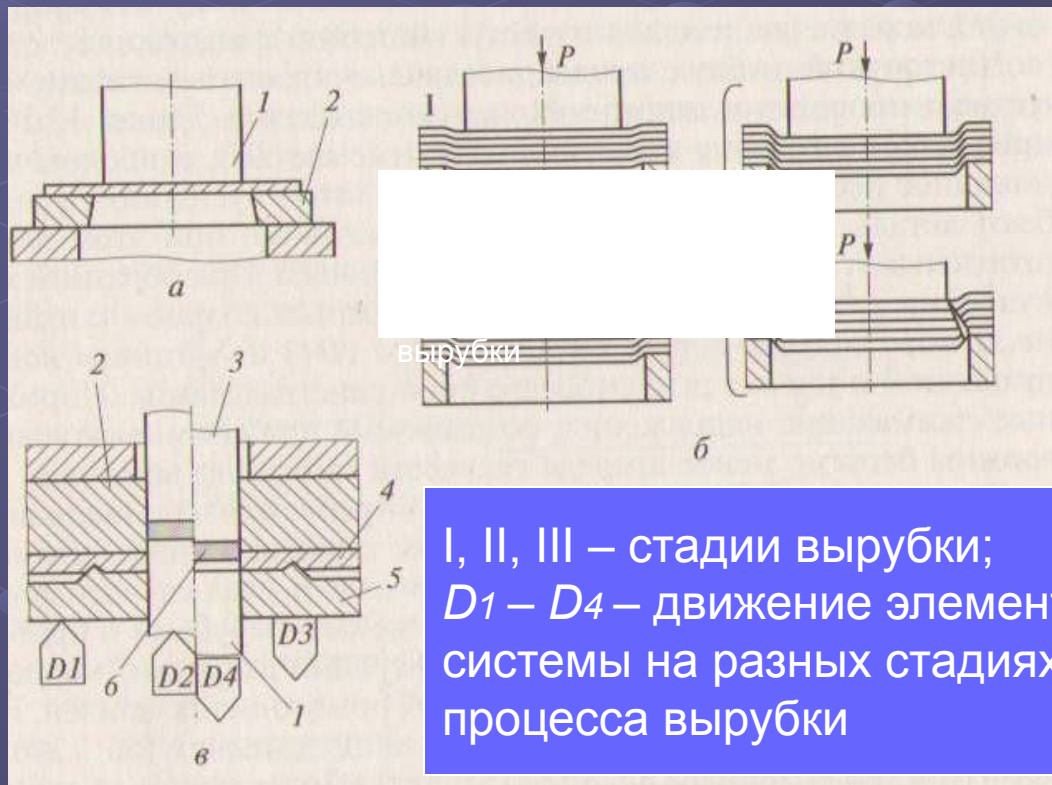

Рисунок 18.10-Вырубка (пробивка):
- **Вырубка и пробивка** (рис. 18.10, г, ж) являются операциями разделения листового материала по замкнутому контуру, причем при вырубке часть материала, находящаяся внутри этого контура, является деталью или полуфабрикатом для дальнейшей обработки, а при пробивке – отходом.